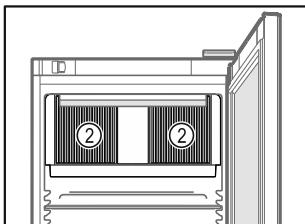

Fig. 62
- Не закрывайте вентиляционную щель Fig. 62 (2) вентилятора циркуляционного воздуха во внутренней камере.